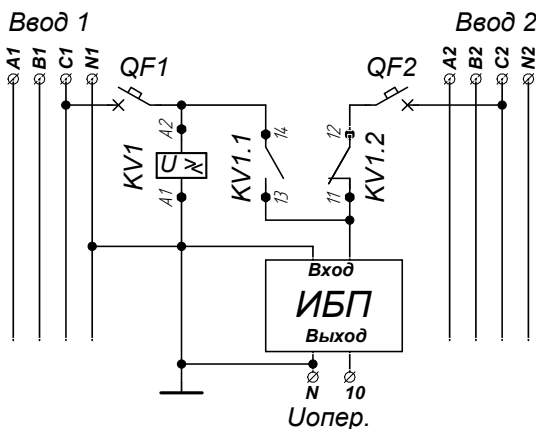

Рис. 6 Схема получения оперативного питания с использованием реле напряжения и UPS
- 5.5.2. Схема получения оперативного питания с использованием реле напряжения и источника бесперебойного питания (ИБП), рис.6. ИБП питается от одной из фаз любого ввода. Шинка оперативного питания подключается к выходу ИБП. ИБП постоянно обеспечивает оперативным питанием цепи управления АВР независимо от наличия напряжения на питающих вводах.